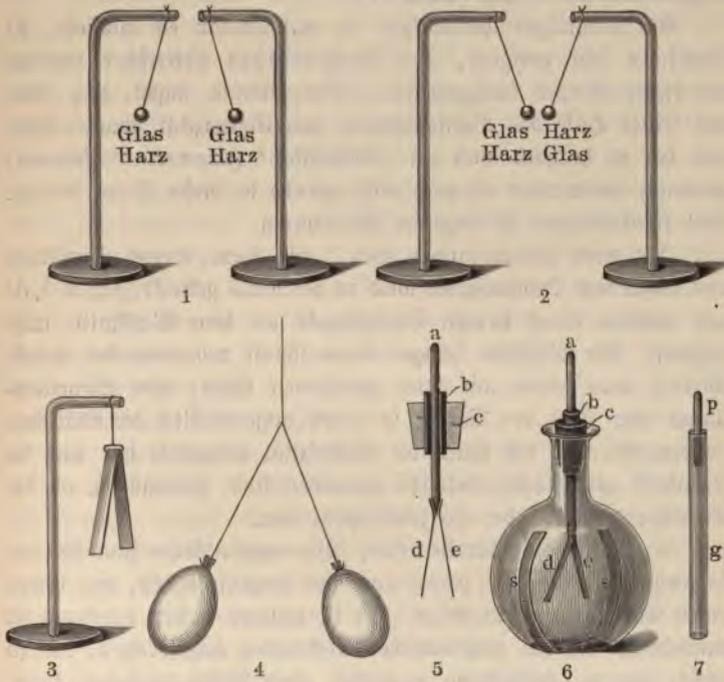

Fig. 107. Elektrotoppe.
ladene Kugeln streben auseinander (Fig. 107, 1). Sag: Gleichnamige Elektrizitäten stoßen sich ab.
3. Zwei Kugeln, das eine mit Glaselektrizität, das andere mit Harzelektrizität geladen, ziehen sich an (Fig. 107, 2). Sag: Ungleichnamige Elektrizitäten ziehen sich an.
**Elektrische Schweinsblasen.** Sehr hübsch und vielen Zuschauern sichtbar, kann die Abstoßung an zwei großen, mit Luft gefüllten Schweinsblasen gezeigt werden, die an einem seidenen Doppelfaden, der jedoch mindestens zwei Meter lang sein muß — in der Abbildung (Fig. 107, 4) ist er der Raumersparnis wegen zu kurz gezeichnet — zunächst einträchtig nebeneinander hängen. Streicht man sie jedoch mit den Händen oder berührt man sie gar beide mehrere Male mit dem geriebenen Glasstabe, so sind sie elektrisch geworden und streben weit auseinander, was einen sehr sonderbaren Anblick gewährt, da sie so scheinbar allen Gesetzen der Schwere Hohn sprechen. Je leichter die Blasen sind, desto schöner gelingt das Experiment. Ganz vortrefflich eignen sich daher statt der Blasen Kollodiumballons, die der Leser bereits herstellen lernte (Seite 56). Sie übertreffen in der That die Schweinsblasen wesentlich und man hat, wenigstens bei trockener Luft, keine liebe Not, sie zu entladen und wieder aneinander zu bringen. Denn, wenn man auch die Hände ruhig an den Ballon legt, so ist doch eine Reibung dabei nie ganz zu vermeiden, die stets von neuem wieder Elektrizität erzeugt.